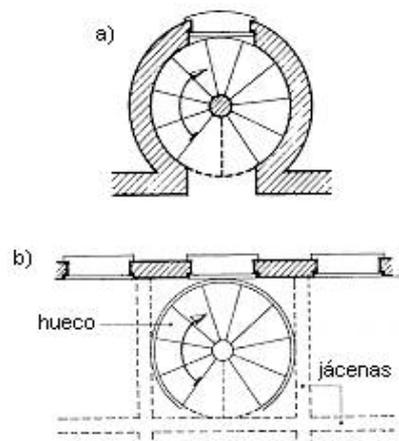

Fig 4: Escalera de tiro curvo o caracol
- De tiro curvo (caracol): Los peldaños son radiales partiendo de una columna central. (Fig 4 a y b).